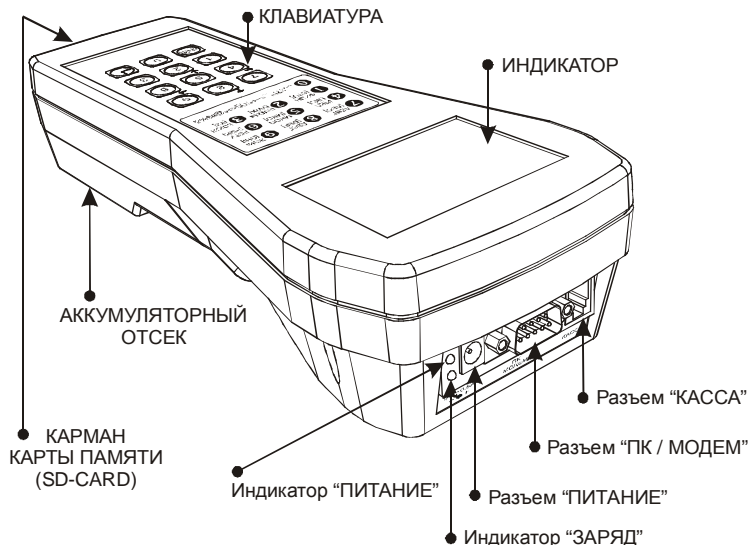

Рисунок 1 Внешний вид терминала
Аккумуляторная батарея расположена в АККУМУЛЯТОРНОМ ОТСЕКЕ терминала (см. Рисунок 1 Внешний вид терминала).
После установки новой карты в КАРМАН КАРТЫ ПАМЯТИ (см. Рисунок 1 Внешний вид терминала) терминал предложит ее отформатировать. Время процесса форматирования зависит от размеров карты.
2) Подключите терминал (разъем «ПК / МОДЕМ», Рисунок 1 Внешний вид терминала) к ПЭВМ, используя одно из двух типов соединения:
2) Подключите терминал (разъем «КАССА», Рисунок 1 Внешний вид терминала) к РРО через последовательный интерфейс с помощью кабеля, специально изготовленного для конкретной модели РРО подготовленными специалистами (см. Электронное руководство по схемам соединения различных моделей РРО к CashDrive, а также документацию производителя).